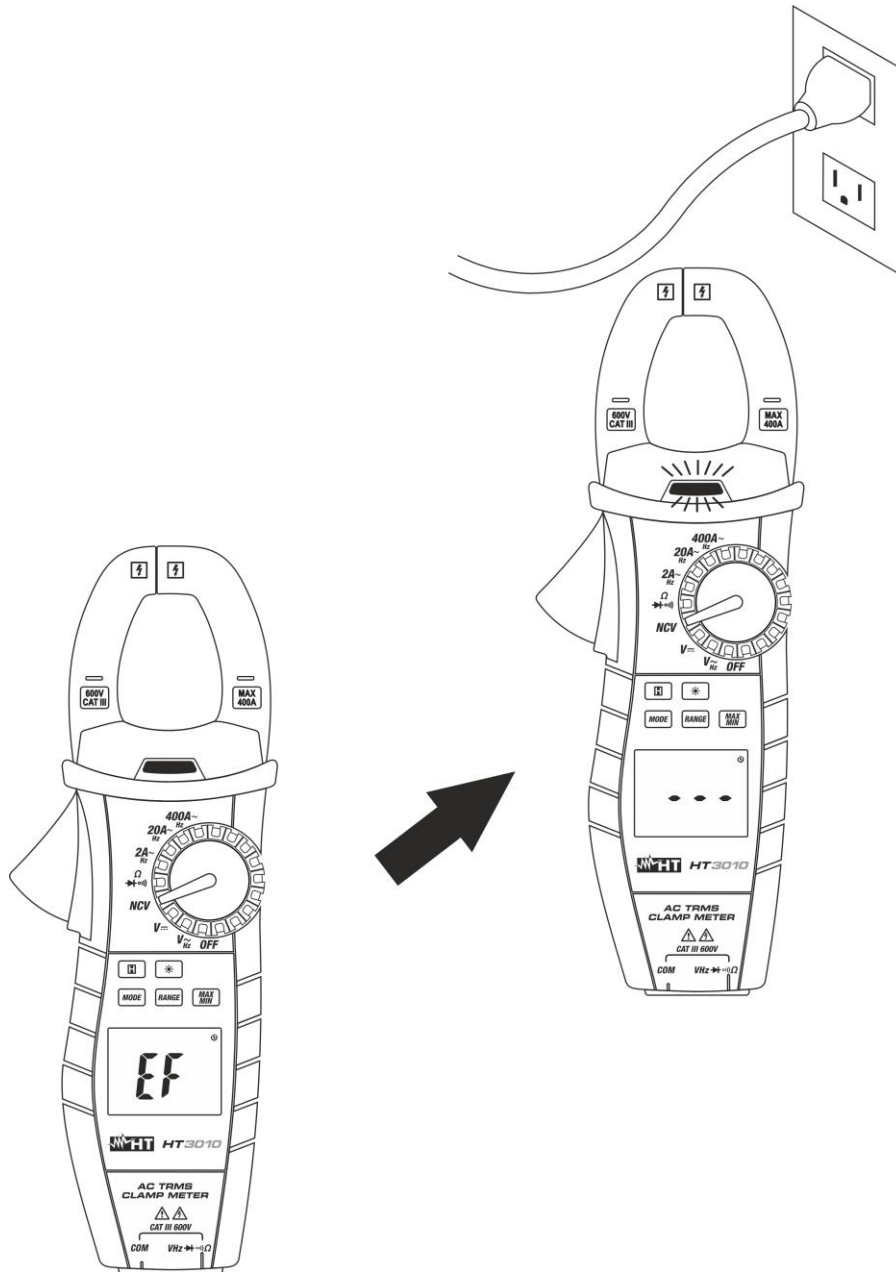

Fig. 4: Détection de la tension CA sans contact (NCV)
2. Déplacer l'instrument près du point examiné (voir Fig. 4)